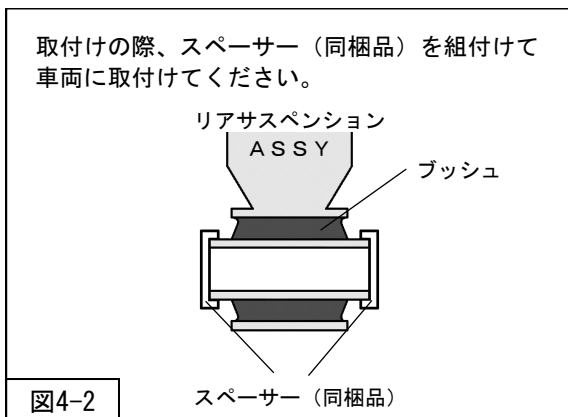

図4-2
⑨アクチュエーターハーネスを適当な位置に固定してください。
3. スペース（同梱品）をリアサスペンション下側のブッシュ両端に取付けてください。（図4-2）